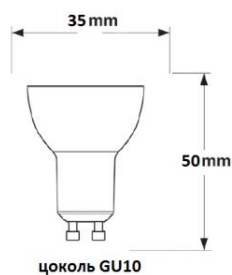

Рис. 15
6. Установите новую лампочку (рис. 15), действуя в обратном порядке.